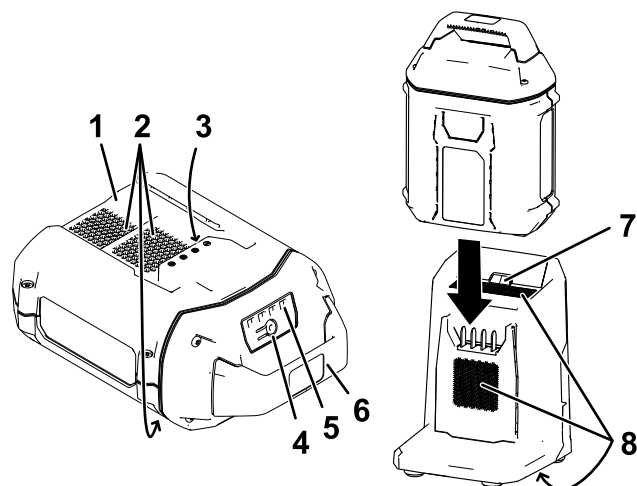

Bild 8
2. Fluchten Sie das Loch im Akkupack (Bild 8) mit der Zunge am Ladegerät aus.
3. Schieben Sie das Akkupack in das Ladegerät, bis es einrastet (Bild 8).